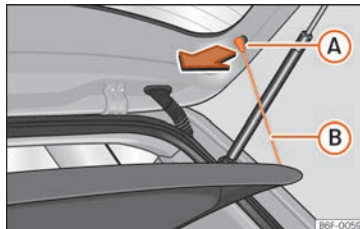

Fig. 109 En el maletero: desmontar y montar la bandeja.
- Desenganche los tirantes de sujeción »» fig. 109 (B) de los alojamientos (A).
- Enganche los tirantes de sujeción »» fig. 109 (B) en el portón trasero.